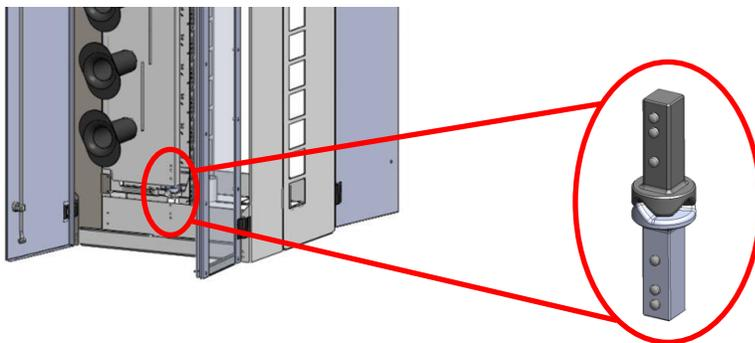

figura 9
- b. La bisagra en la puerta guía de cable es una bisagra de pivote de leva (figura 9). Para abrir suavemente use un carrete guía de cables para abrir la puerta.
2. Coloque la cubierta sobre los tornillos y mientras la soporta con una mano apriete cada tornillo con la otra (figura 9).